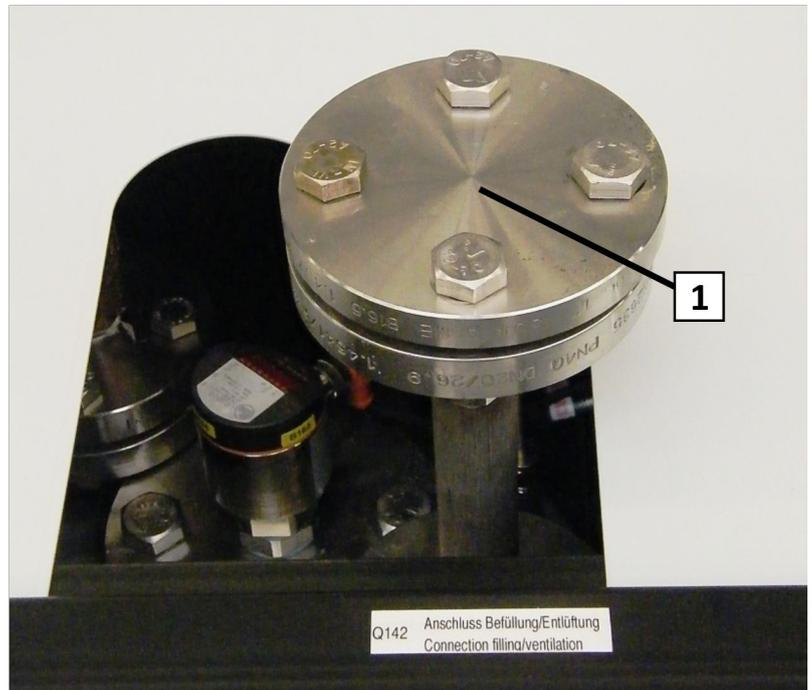

Abb. 33: Anschluss Q142
**19.** Flansch (Q142) (Abb. 33 [1]) auf dem Ausdehnungsgefäß öffnen.